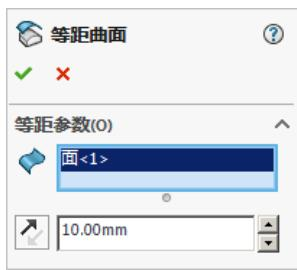

图 6.4.22 “等距曲面”对话框
Step2. 选择命令。选择下拉菜单 **插入(I) → 曲面(S) → 等距曲面(O)...** 命令，系统弹出图 6.4.22 所示的“等距曲面”对话框。